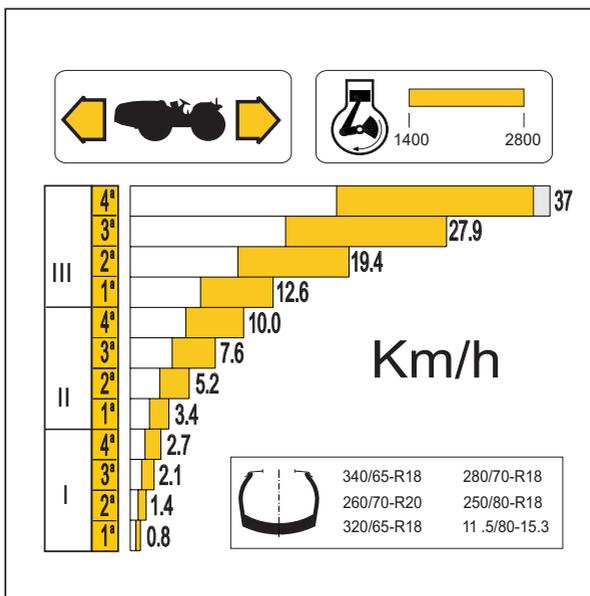
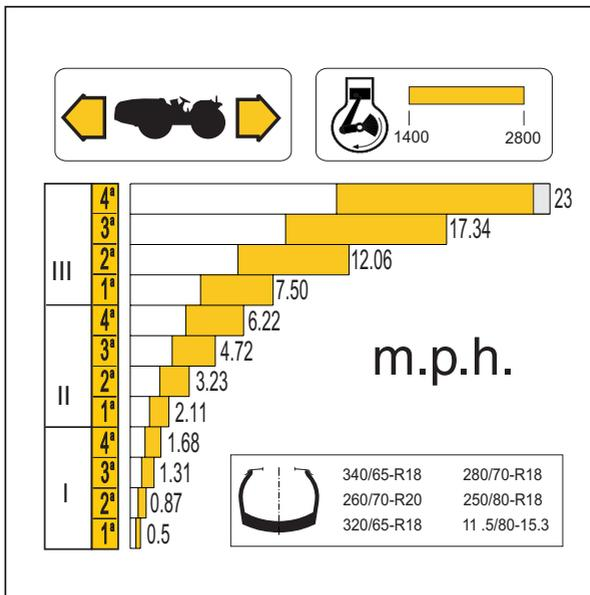

Abb. 5.21
Abb. 5.22
Der Aufkleber (123) auf der rechten Seite direkt unter dem Lenkrad zeigt die perfekte Progression der Schaltstufen ohne Übereinanderlagerung der Geschwindigkeiten sowohl im Vorwärtsgang, als auch im Rückwärtsgang, mit den angegebenen Reifen u. UPM (Abb. 5.21 und Abb. 5.22).